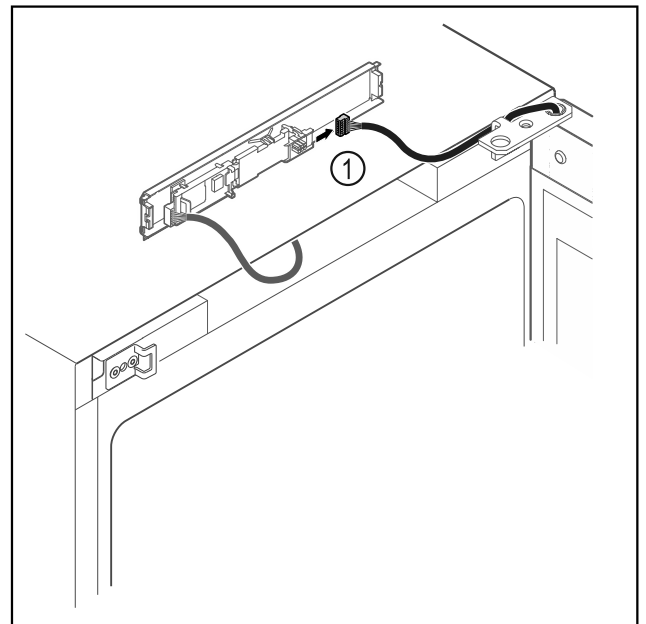

Fig. 18
- ▶ Desenchar el conector Fig. 18 (1) de la platina.